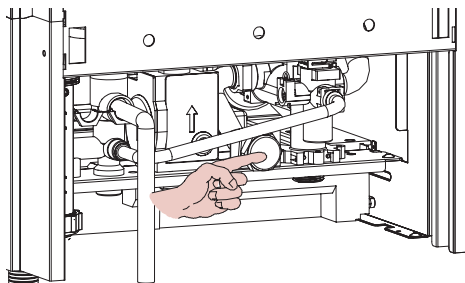
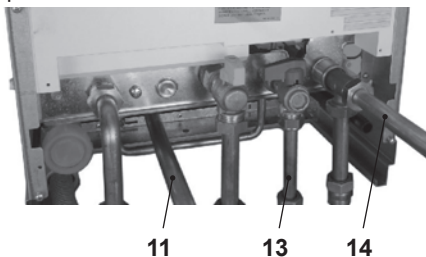

Fig. 5.6
Fig. 5.7
Collegare la mandata del serpentino bollitore (MB) 11 in Fig. 5.7 al raccordo della caldaia, rimuovendo il tappo cieco indicato in Fig. 5.6.
Collegare il ritorno del serpentino bollitore (RR) 14 in Fig. 5.7 al raccordo per il tubo del serpentino.
Collegare l'entrata sanitaria del bollitore (ES) 13 in Fig. 5.7 al rubinetto di riempimento circuito riscaldamento.